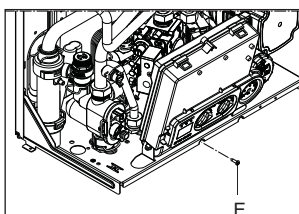

Fig. 4.17
- svitare la vite (E) di fissaggio del cruscotto (fig. 4.17)
- Rimuovere il mantello, abbassare il cruscotto verso di sé dopo aver svitato la vite **(E)** (fig. 4.17)